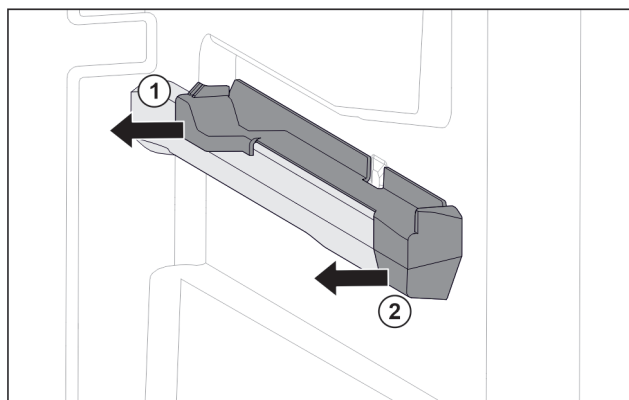

Fig. 17 Elemento inseribile sulla nervatura destra del contenitore
- Estrarre l'elemento inseribile dal lato posteriore di lato. Fig. 17 (1)
- Estrarre l'elemento inseribile dal lato anteriore di lato. Fig. 17 (2)